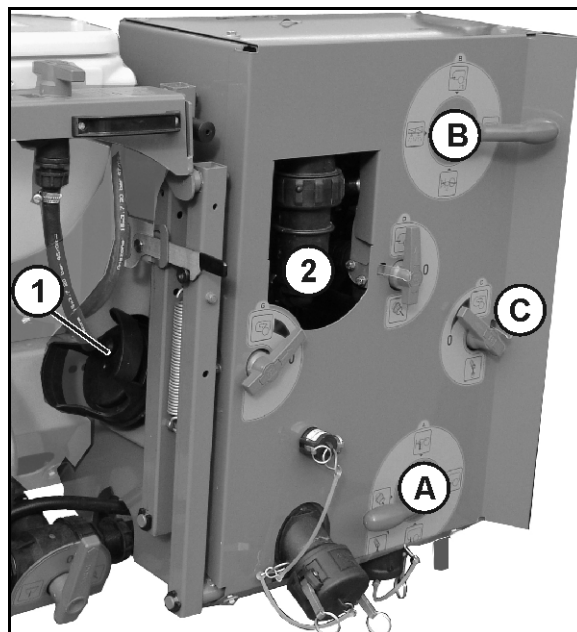
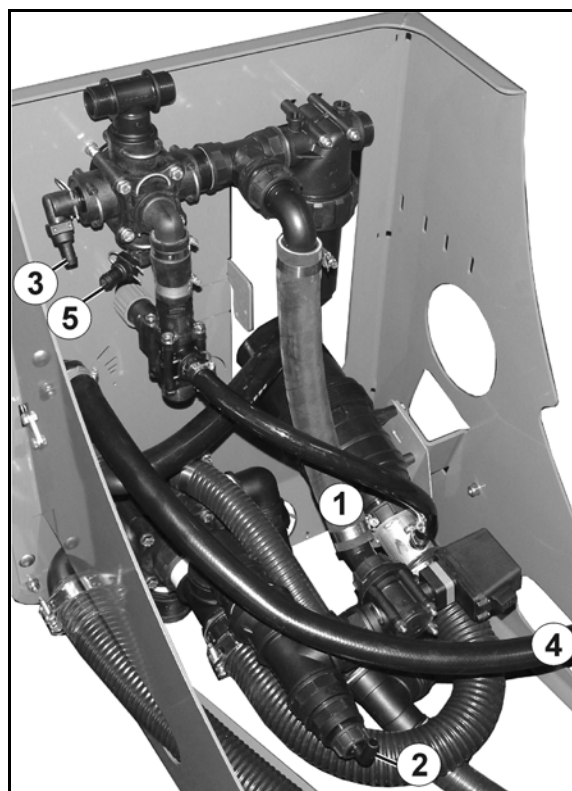

Bild 139
Bild 140
2. Demontera och rengör sugfiltret (Bild 139/1). Se på sidan 186.
- 5.1 Töm tryckfiltret (Bild 139/2) med ventil **C**.
- 5.2 Skruva loss omrörningssystemets slang (Bild 140/4) (löper från ventil **C**) från sprutvätskebehållaren.
6. Skruva loss tilloppsslangen (Bild 140/1) från reglerventilen. Tilloppsslangen förbinder VARIO-ventilens trycksida (Bild 139/**B**) med sugarmaturen.
7. Skruva loss delbreddsarmaturens returslang (Bild 140/2) från VARIO-ventilens sugside (Bild 139/**A**).
9. Ta bort innerrengöringsslangen (Bild 140/3) från VARIO-ventilens trycksida (Bild 139/**B**).
11. Ta bort ytterrengöringsslangen även om det inte finns någon ytterrengöring (Bild 140/5).
15. Växla mellan alla växellägen flera gånger på VARIO-ventilens sug sida (Bild 139/**A**) och VARIO-ventilens trycksida (Bild 139/**B**).